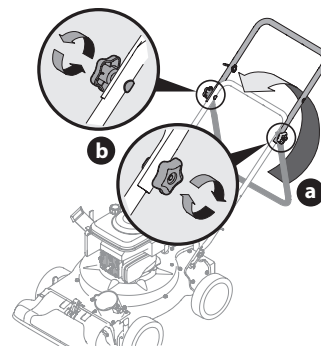

Figure 2
2. Dépliez le guidon supérieur afin qu'il s'aligne avec le guidon inférieur. Assurez-vous que le guide-câble se trouve à la droite du guidon supérieur. Voir Figure 2 (a).
3. Fixez les deux guidons en serrant les boutons en forme d'étoile (les boulons de carrosserie doivent être placés de façon appropriée dans le guidon). Voir Figure 2 (b).